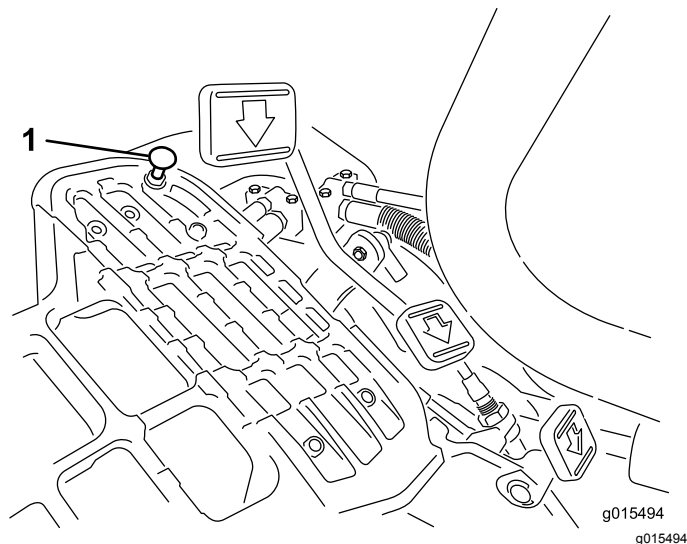

Рисунок 35
Для получения максимальной транспортной скорости переведите рычаг управления трансмиссией в положение ТРАНСПОРТИРОВКИ и нажмите на педаль управления тягой. Если педаль касается упора (Рисунок 35) до того, как на тросике начинает ощущаться натяжение, выполните следующую регулировку:
1. Переведите рычаг управления трансмиссией в положение ТРАНСПОРТИРОВКИ и ослабьте контргайку, которая крепит упор педали к полу (Рисунок 35).